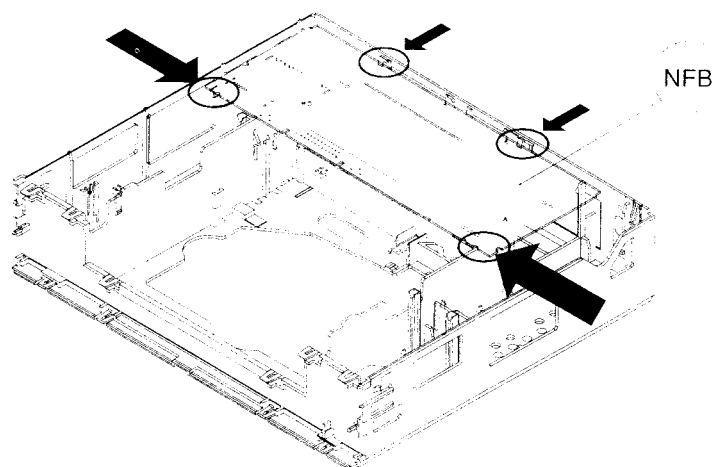

Fig. 6
- Die 4 Schnapphaken entriegeln (siehe Fig. 6).